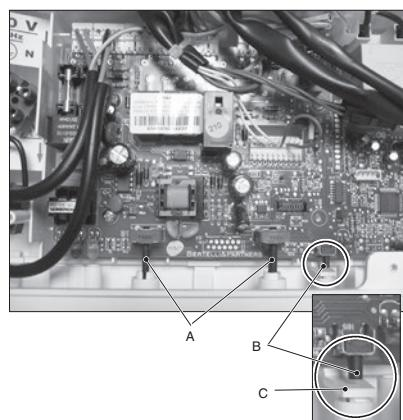

Рис. 4
- Установите соединительные перемычки **A** (Рис. 4) между регулятором и потенциометром. Плотно вдавливать перемычку в регулятор не нужно.
- В процессе крепления схемы контроля винтами убедитесь, что кнопка сброса котла **B** находится в контакте с кнопкой на передней панели управления **C** (Рис. 4).